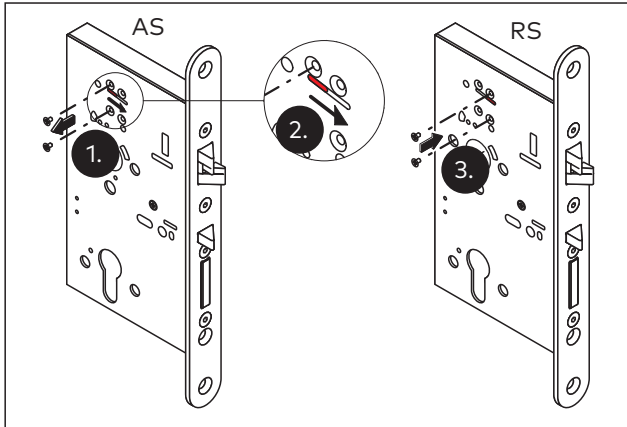

Abb. 21 Arbeitsstrom auf Ruhestrom umstellen
1. Wenn erforderlich, Arbeitsstrom (AS) auf Ruhestrom (RS) umstellen (Abb. 21).